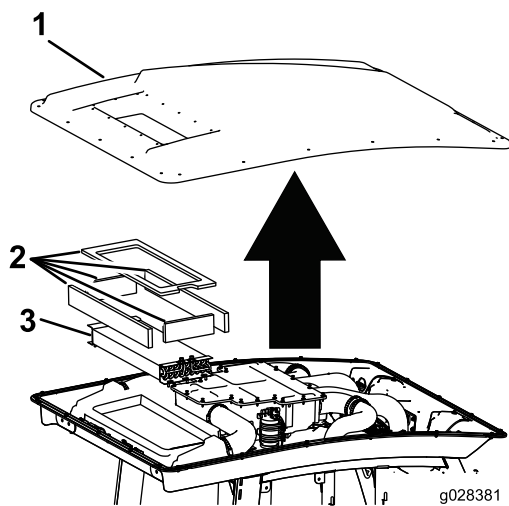

Figura 115
3. Retire o teto da cabina removendo os 22 parafusos que prendem o teto (Figura 115).
4. Retire os filtros (Figura 115).
5. Retire e limpe as serpentinas do ar condicionado (Figura 115).